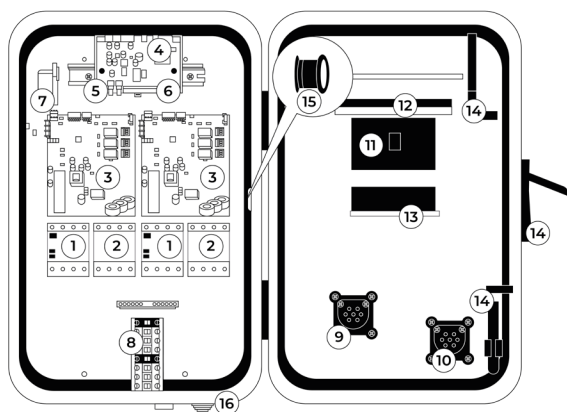

Рисунок 2. Внутреннее устройство зарядной станции.
Внутреннее устройство зарядной станции состоит из следующих блоков (см. Рисунок 2). Колодка подключения двух отдельных силовых вводов (8) с гермовводами (16). Защитные дифференциальные автоматы с контакторами (1) и (2). Платы управления (3) для каждой розетки (9) и (10). Блок питания (7) для контроллера связи и управления (4) с тампером, сигнализирующем о несанкционированном открытии устройства. На плате контроллера управления (4) размещены две кнопки: левая красная (5) для программирования «красных» ключей левой розетки (10) и синяя правая – (6) для программирования «синих» ключей правой розетки (9).